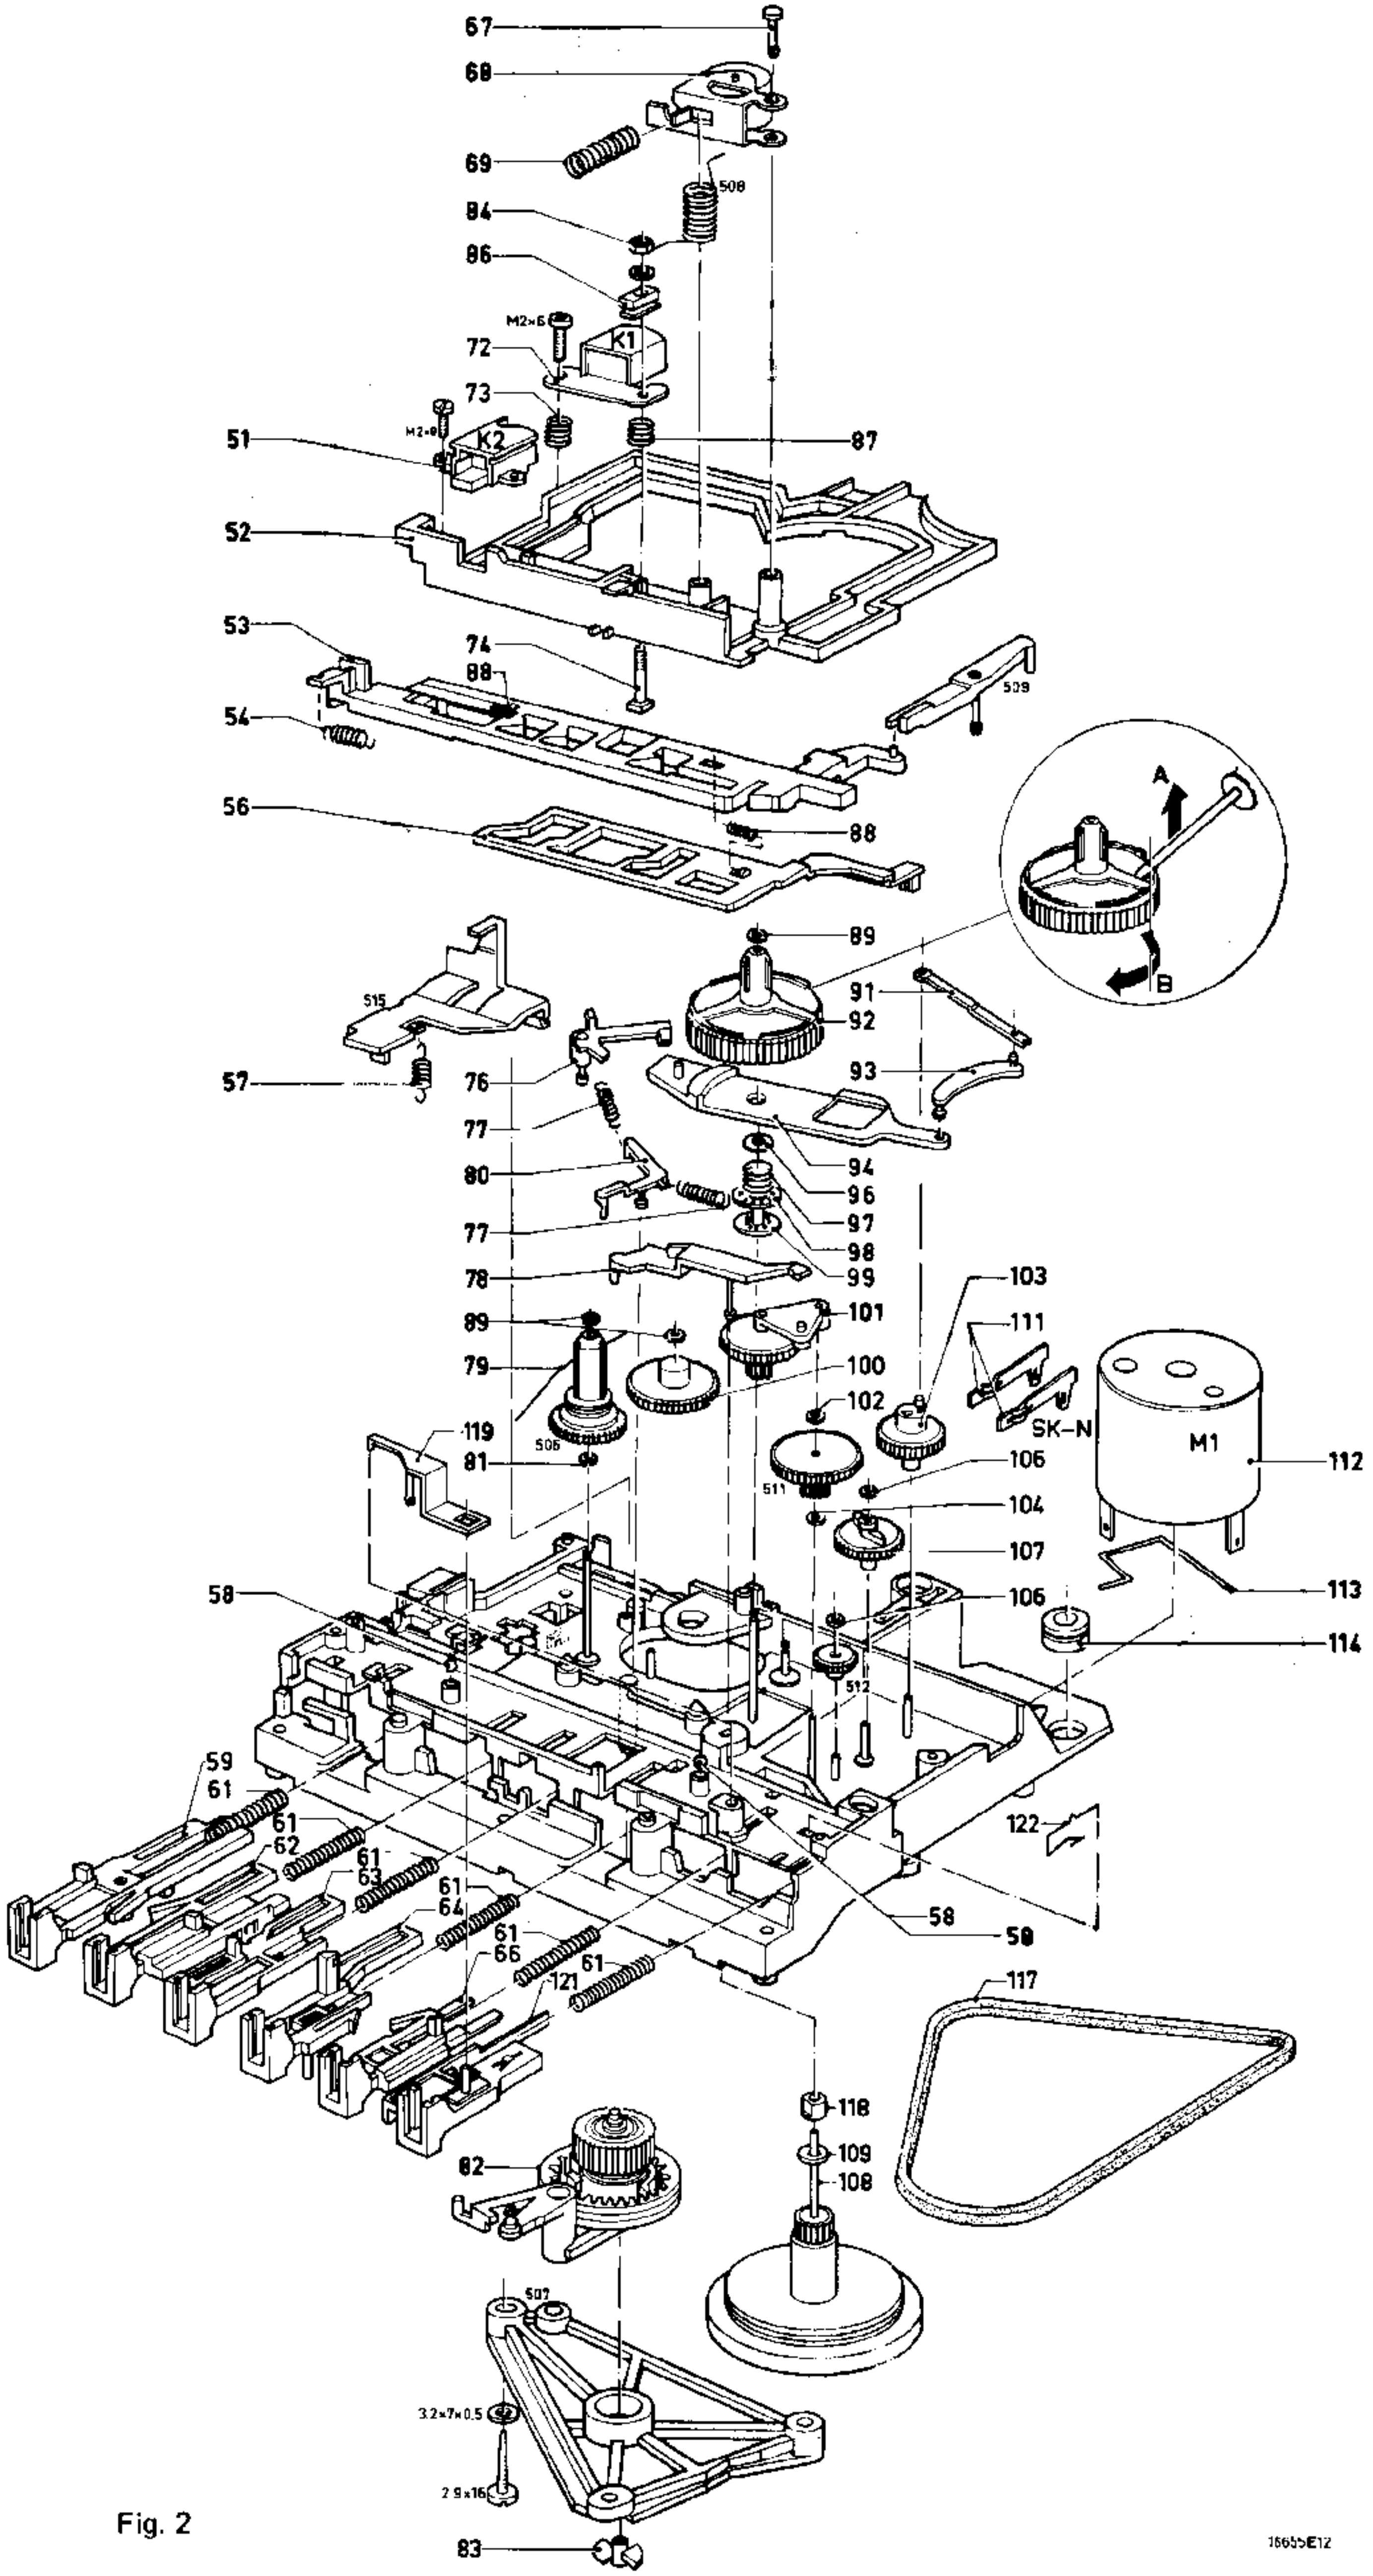

Fig. 2
### Laufwerk, Abb. 2
- k. *Die Tasten 62, 63, 64 und 66 entfernen, Abb. 2*
### Kopfhöhe des A/W-Kopfes K1, Abb. 2
### Azimuteinstellung des A/W-Kopfes K1, Abb. 2
- Die Friktionskraft wird durch die Rampen und Blattfedern bestimmt, Abb. 2, A und B.